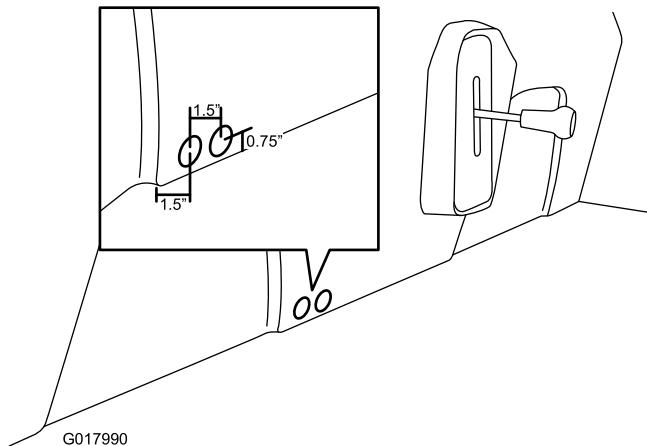

Figura 19
- 1. Segnate e praticate 2 fori sulla base del sedile con una sega a tazza da 2,5 cm (Figura 19). Non dimenticate di perforare entrambi gli strati di plastica.